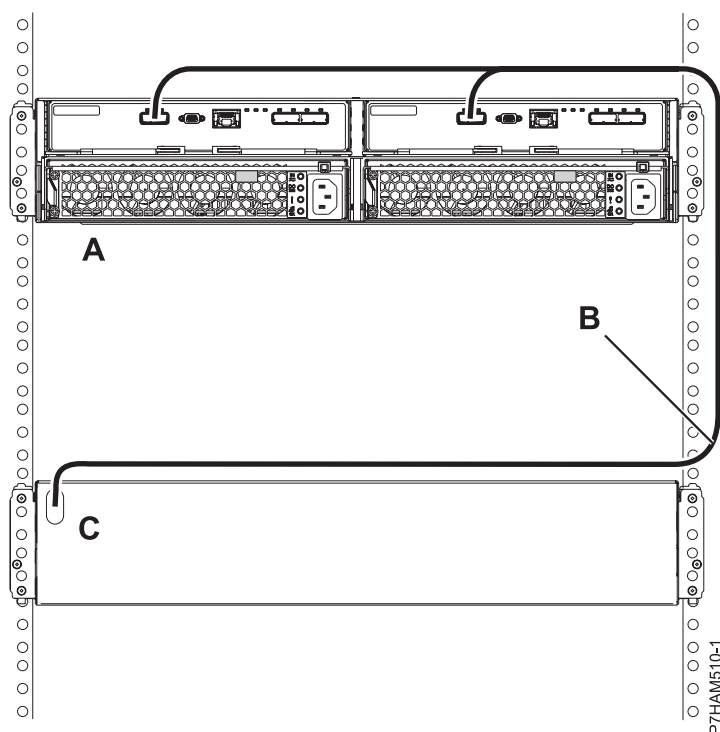

Figure 28. Mode 1 de connexion d'un boîtier d'unité de disque 58/87 via un câble YI à un système avec prise en charge pour un tiroir SAS unique
- h. Effectuez la connexion de mode 1 d'un boîtier d'unité de disque 58/87 (A) via un câble YI (B) vers un système prenant en charge un tiroir SAS unique (C), comme illustré dans la figure 28.